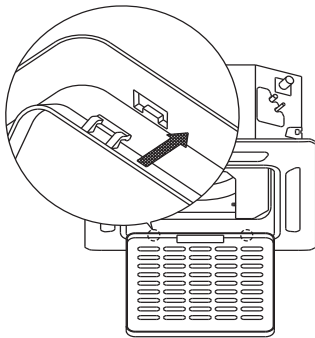

Рис. 10-5
- Убедитесь в том, что защелки воздухозаборной решетки правильно устанавливаются в желобе панели (рис. 10-5)